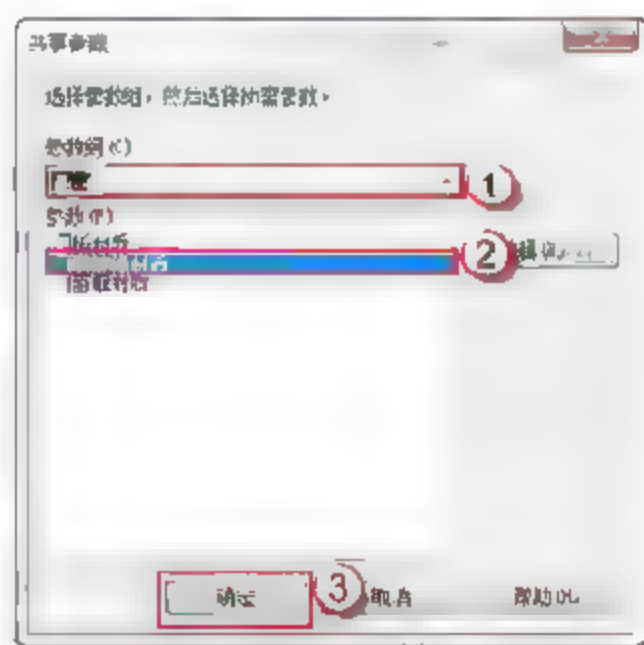

图 7.2.35 编辑 MQ7196 幕墙窗户玻璃材质
(10) 添加 MQ7196 幕墙窗户玻璃材质。选择 MQ7196 幕墙窗户玻璃,在 MQ7196 幕墙窗户玻璃的“属性”面板中,单击“材质和装饰”栏“材质”右侧的空白按钮,弹出“关联族参数”对话框,单击“添加参数(D)”按钮,弹出“参数属性”对话框。选中“共享参数”单选按钮,单击“确定”按钮,弹出“共享参数”对话框,在“参数组(G)”中选择“门窗”选项,在“参数(P)”中选择“门窗玻璃材质”选项,单击“确定”按钮,如图 7.2.35 所示。